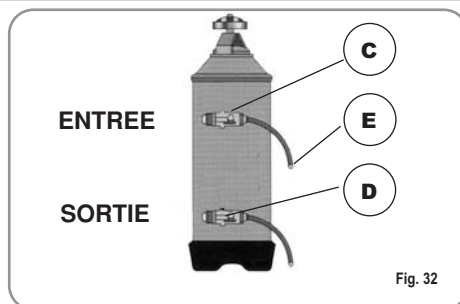

Fig. 32
1) Eteindre la machine et placer un récipient d'une capacité d'au moins 5 litres sous le tube E (Fig. 32).